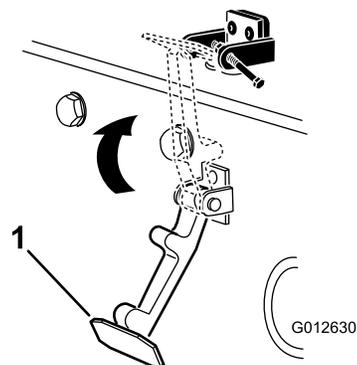

**Рисунок 6**
6. Приклепайте кронштейны и шайбы к капоту (Рисунок 6).